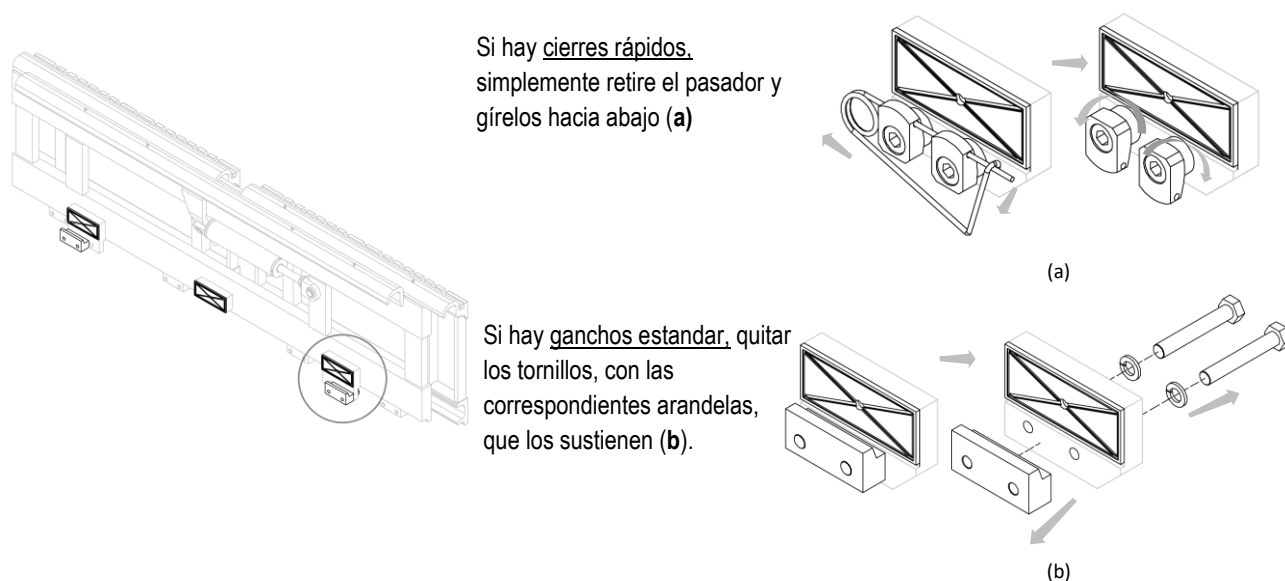

Figura 4
6. Quitar los ganchos inferiores del implemento y engrasar las deslizaderas inferiores/los rodillos inferiores (mira *Figura 4*).